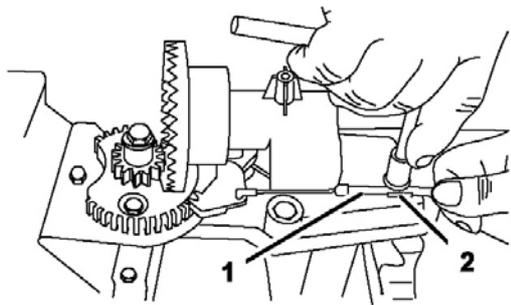

Рисунок 55.
2. Ослабьте болт на зажиме троса (Рис. 55).
Возьмите рубашку троса и двигайте ее вперед машины, пока защелка желоба выброса полностью не зацепит зубцы редуктора (Рис. 55 и 56).